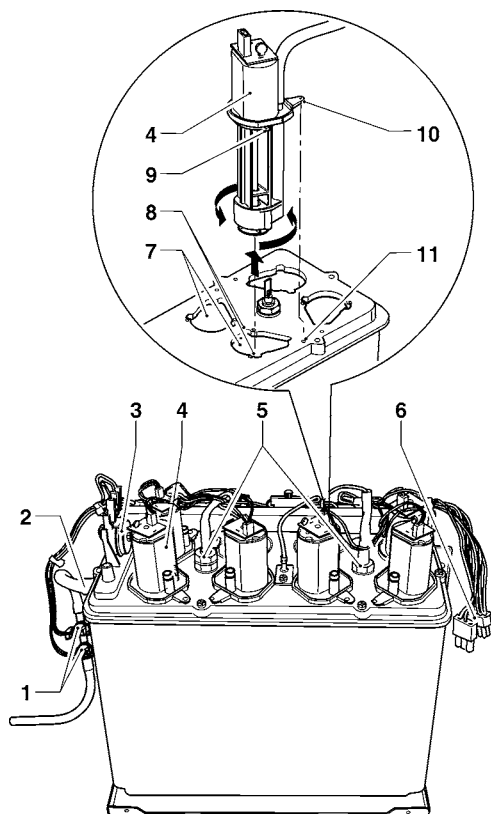

Fig. 38
- verificare che il labbro di tenuta della guarnizione premistoppa non sia lacerato e non abbia perso di elasticità; per inserirla posizionare la guarnizione appena oltre lo scarico dell'albero. Inserendo a fondo la ventolina, la guarnizione premistoppa assumerà la corretta posizione (vedi fig 38).